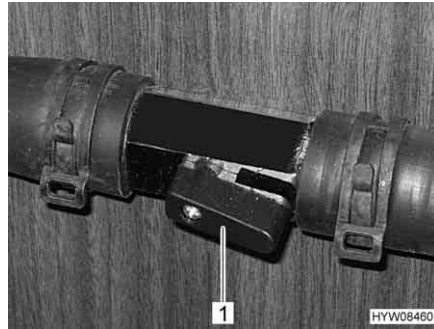

Fig. 120 Rubinetto aperto
- Posizionare la leva (Fig. 120,1) parallelamente alla tubazione (Fig. 120). Più il rubinetto viene aperto, maggiore è la prestazione del riscaldamento.
- Posizionare la leva (Fig. 120,1) verticalmente rispetto alla tubazione. Il circuito di riscaldamento funziona mediante la tubatura di bypass.